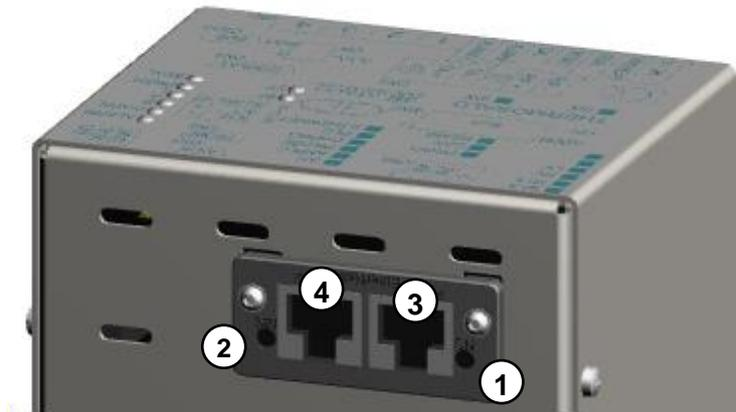

Abbildung 20 - Ethernet-Switches AB-Modelle
6.3.3.1 AB-Modelle (siehe 6.2.8, Abbildung 20)
6.3.4.1 AB-Modelle (siehe 6.2.8, Abbildung 20)